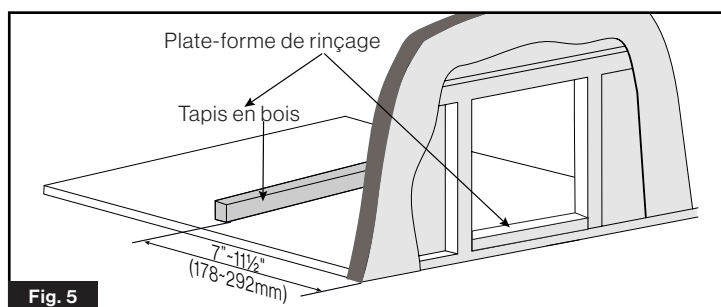
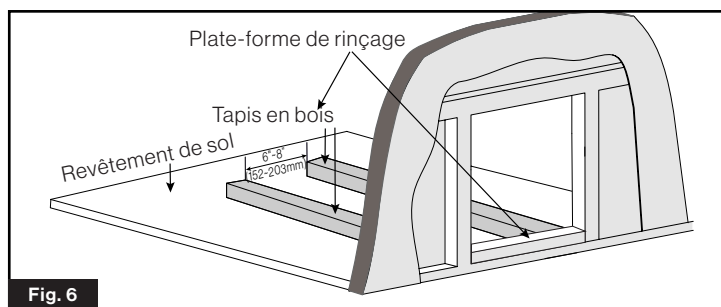

Fig. 5
Fig. 6
- Si nécessaire, aménagez une plate-forme pour soutenir le chauffe-eau. La Fig. 5 et la Fig. 6 sont des solutions courantes. Assurez-vous que la plate-forme est au niveau de l'avant vers l'arrière et d'un côté à l'autre après l'avoir fixée au véhicule récréatif.